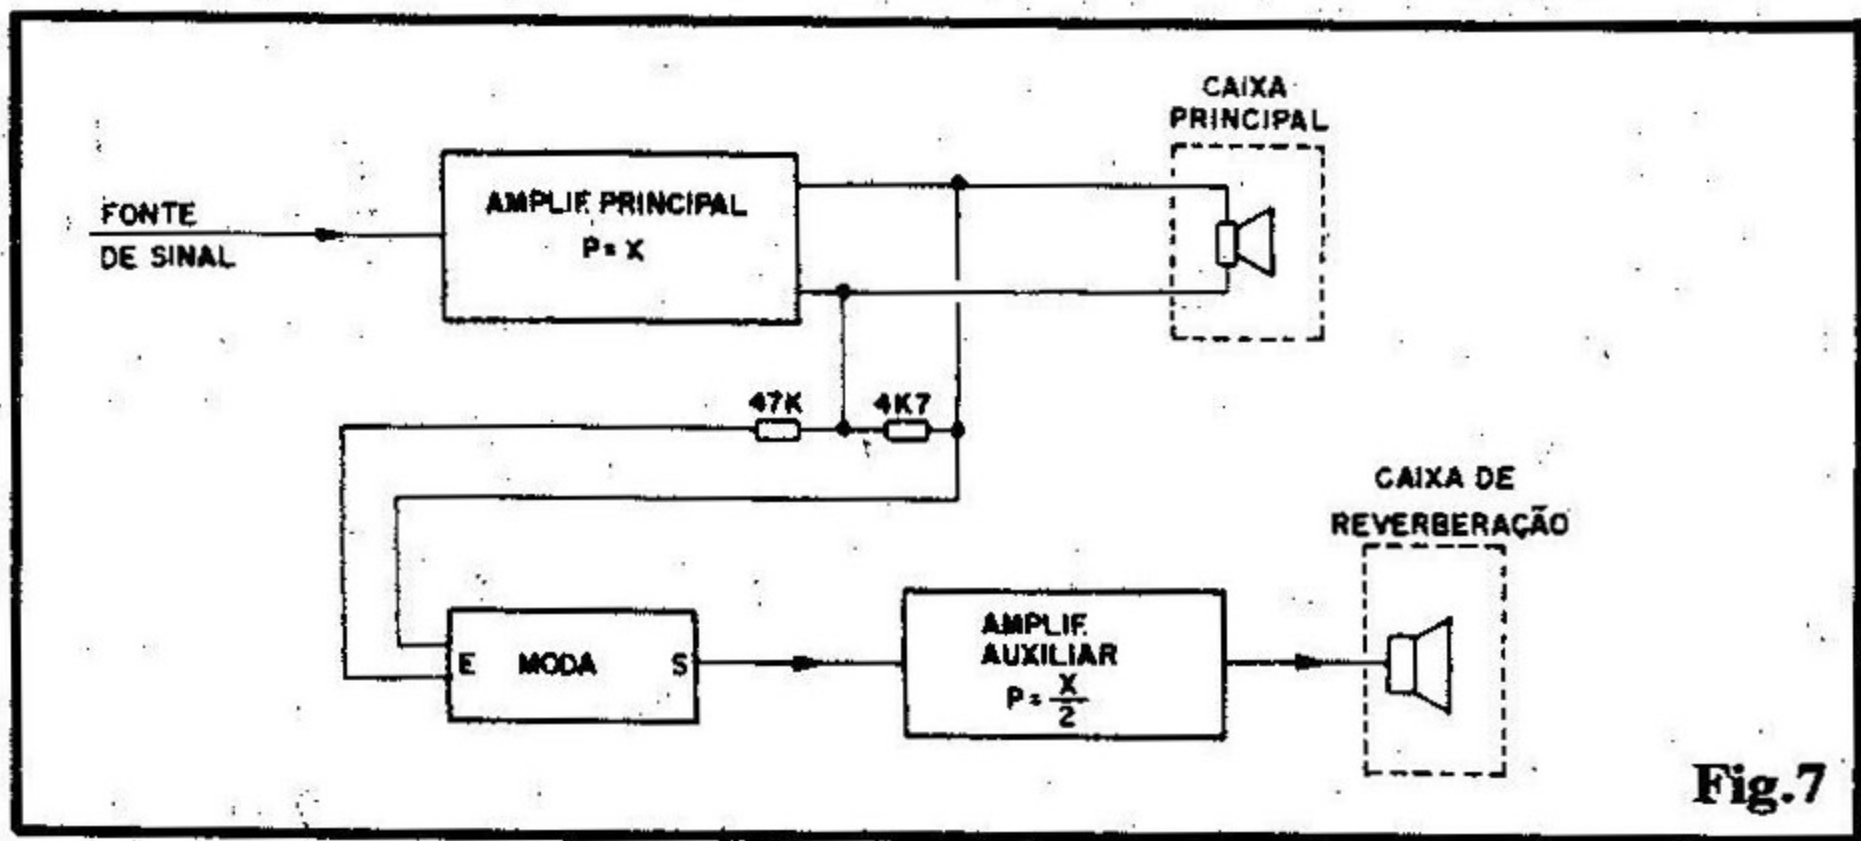

Fig.7
- **FIG. 7 - ECO "PRA MAIS DE METRO"...** - Embora nas configurações exemplificadas na fig. anterior, o MODA-CRE-2 possa exercer as suas finalidades perfeitamente, sempre existem os mais exigentes usuários, aqueles que querem um "baita" eco, uma reverberação "de caverna", ou "de catedral"... Tudo bem! É perfeitamente possível "estourar a boca do balão", com o acréscimo, no sistema básico, de um segundo amplificador, cujas ligações devem obedecer ao diagrama da fig. 7... Nessa configuração, o sinal "natural" é processado pelo amplificador principal, de cuja saída